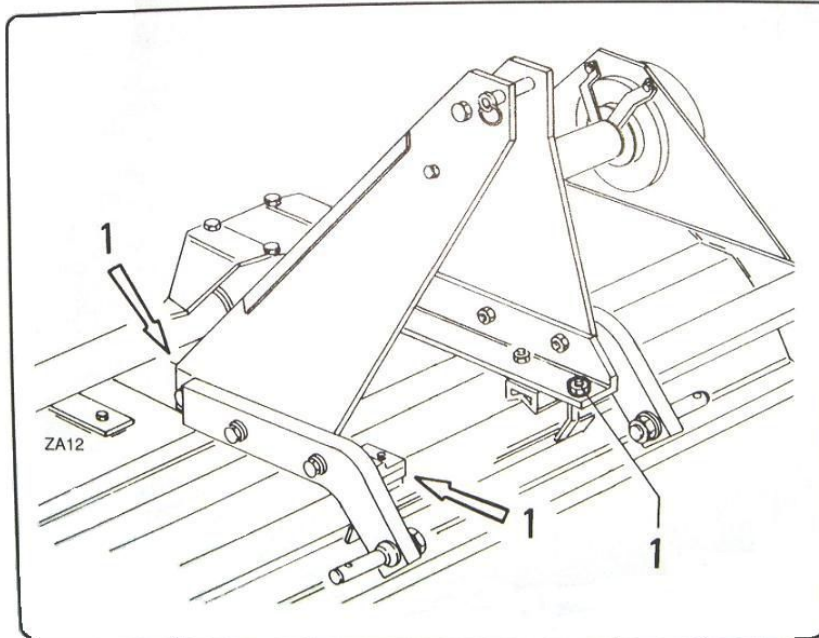

fig. 5.6.3
- desserrer les écrous « 1 » fig.5.6.3 sans les dévisser complètement.